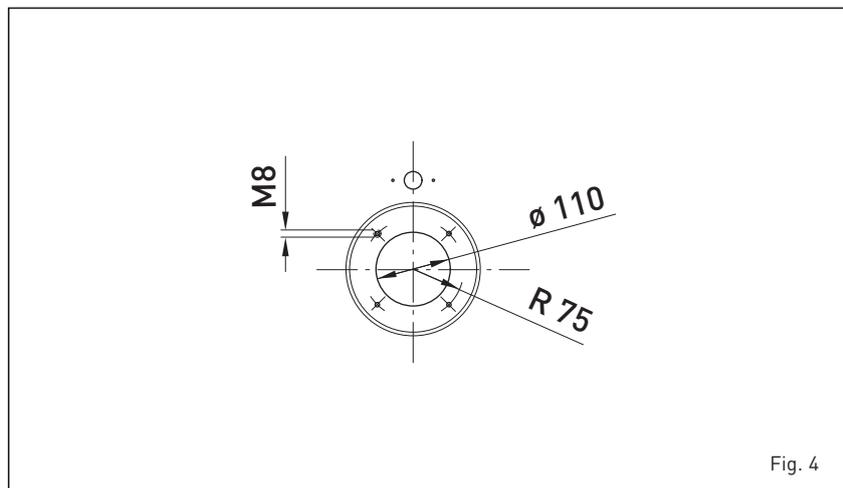

Fig. 4
1.8.1 Montage van de brander (fig. 4)
De ketel deur is reeds voorzien voor de montage van de brander (fig. 4). De branders moeten zodanig worden afgesteld dat de CO₂ overeenstemt met de waarde die in punt 1.3 staat aangegeven met een tolerantie van ± 5%.